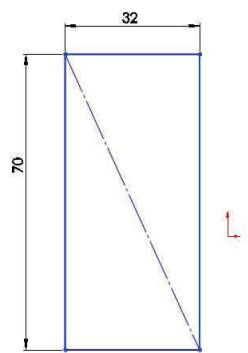

Fig. 6.2a
- Click **Smart Dimension** (Sketch CommandManager) pentru a dimensiona dreptunghiul la înălțimea de 70 mm și lățimea de 32 mm, fig. 6.2a.
- Click **Smart Dimension** (Sketch CommandManager); to give the rectangle a 70 mm height and a 32 mm width, fig. 6.2a.